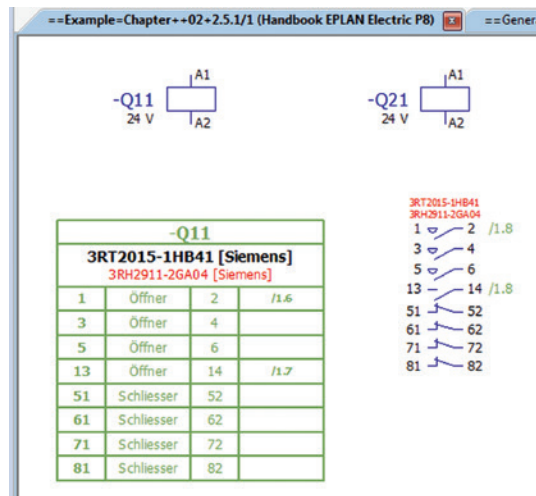

Bild 2.23 Beispiel: Kontaktspiegel mit und ohne Formular
- **Kontaktspiegel im Schaltplanpfad** ist eine Voreinstellung für die Anzeige beispielsweise von Querverweisen der Abwicklungen (Kontaktspiegel) von Schutzspulen. Ebenso wie in der vorangegangenen Einstellung kann auch hier ein globales Formular für den Kontaktspiegel statt der Standardvorgaben eingestellt werden (Bild 2.23).